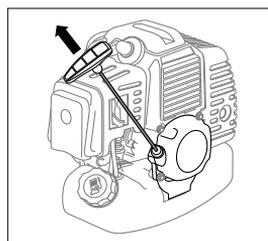

рис. 12
6. Придерживая триммер, плавно потяните рукоятку стартера до момента зацепления в механизме стартера. После чего энергично вытяните шнур на 50-60 см (рис. 12). Во избежание повреждения корпуса стартера не бросайте рукоятку стартера, плавно верните ее в исходное положение. Повторите данные действия 3-5 раз до первой вспышки топлива в двигателе. При этом двигатель заводится не должен.